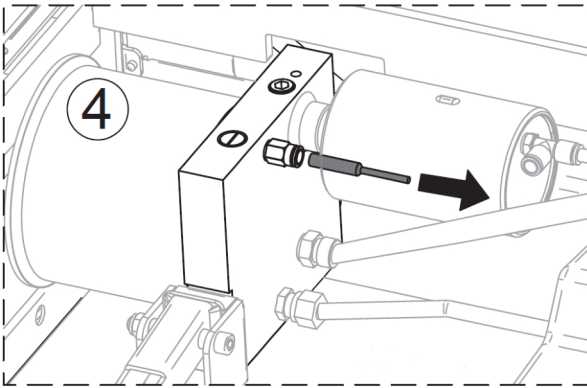

Abb. 18: Entfernen des Transportschutzstopfens
Schritt 4: Ziehen Sie den Transportschutzstopfen aus der Pneumatikversorgungsbuchse (Abb. 18).